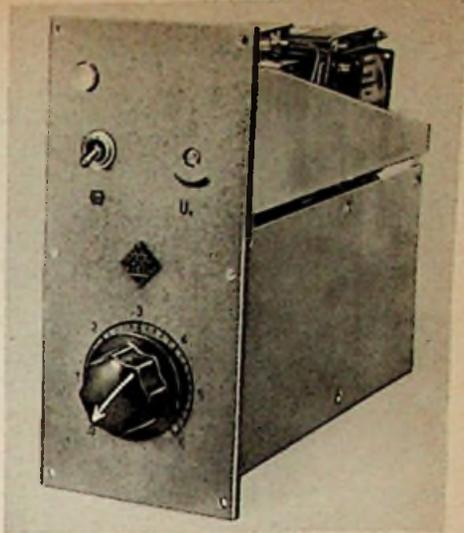

Bild 1. Dynamikbegrenzer V 103
1. Dynamikbegrenzer Ela V 103 (Bild 1),